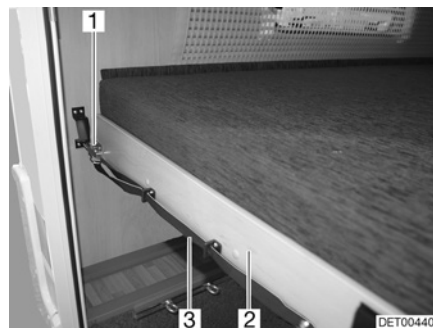

Fig. 55 Lit superposé (arrière)
- Tirer sur la boucle (Fig. 55,3) et désenclencher le verrou (Fig. 55,1).
- Tirer le sommier à lattes (Fig. 55,2) avec le matelas vers l'avant jusqu'à ce qu'il s'enclenche.